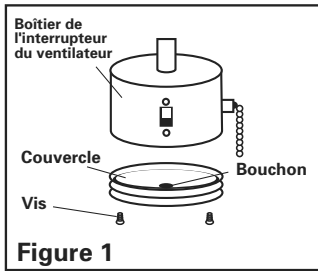
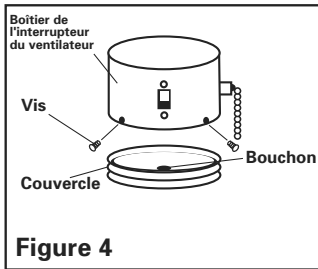

Figure 1
Figure 4
1. Retirer le couvercle du boîtier de l'interrupteur du ventilateur en dévissant les deux vis (Voir figure 1). Vous pouvez jeter ce couvercle ou le conserver pour usage futur.
1. Retirez le couvercle du boîtier d'interrupteur du ventilateur en dévissant les deux vis de montage inférieures (Figure 1) ou les trois vis de montage latérales (Figure 4).
2. Enlever le bouchon (figure 4) qui est au centre de ce couvercle en le dévissant ou le poussant vers l'extérieur. Vous pouvez jeter le bouchon.
1. Retirer le couvercle du boîtier de l'interrupteur du ventilateur en dévissant les trois vis. Vous pouvez disposer de ce bouchon ou le conserver pour usage futur (Voir figure 4).